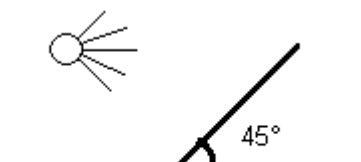

Abbildung 3: Neigungswinkel für Solarpaneel (hier 45°)
- Winkel: Der optimale Neigungswinkel (siehe **Abbildung 3**) hängt vom Breitengrad des Standorts ab. Falls der Datalogger über das ganze Jahr verwendet werden soll, empfehlen wir einen Neigungswinkel für optimale Leistung im Winter: